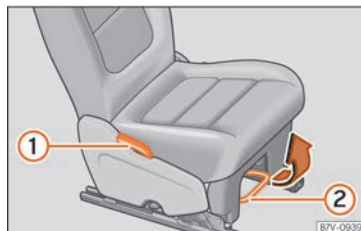

Fig. 130 Régler les sièges arrière.
- Tirez sur le levier et réglez le dossier dans la position souhaitée » fig. 130 ① ». Le dossier doit s'encaster en relâchant le levier !